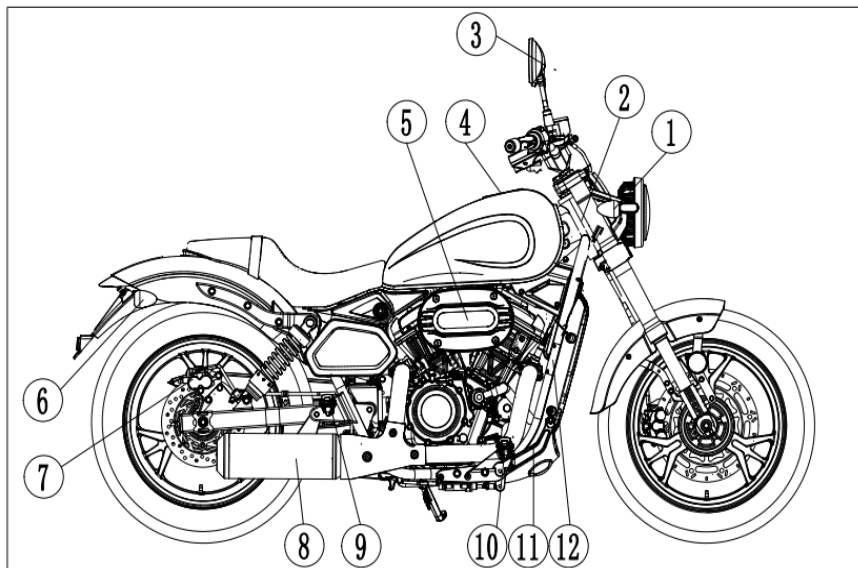

Fig.2
**2. (Fig.2)**
- ① Luz intermitente delantera derecha
- ② Placa VIN
- ③ Espejo retrovisor derecho
- ④ Tapa del depósito
- ⑤ Filtro de aire
- ⑥ Luz intermitente trasera derecha
- ⑦ Pinza de frenos trasera
- ⑧ Silenciador de escape
- ⑨ Pedal trasero derecho
- ⑩ Placa de características del pedal delantero derecho